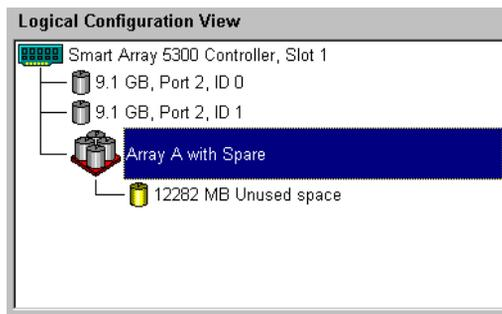

Figura 7-16: Schermata Logical Configuration View (Visualizzazione della configurazione logica) per l'array di esempio
La finestra **Logical Configuration View** (Visualizzazione della configurazione logica) è simile a quella della Figura 7-16.
1. Selezionare **Array A** o **Unused Space** (Spazio inutilizzato) in Array A della finestra **Logical Configuration View** (Visualizzazione della configurazione logica, Figura 7-16).